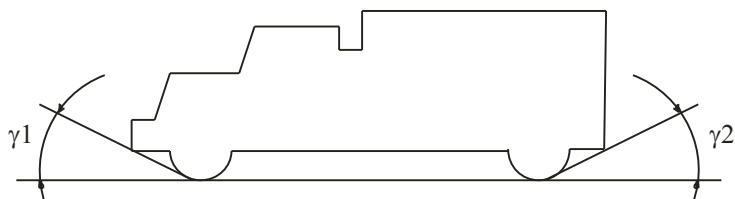

Рис. 2 Передний и задний углы свеса (γ_1 и γ_2) транспортного средства.
2.2.6. Передний и задний углы свеса (γ_1 и γ_2) взвешиваемого транспортного средства (рисунок 2), при использовании весов с пандусами, не должны быть меньше 12° . В противном случае, для взвешивания рекомендуется использовать весы с более пологими бетонными пандусами или врезные весы.